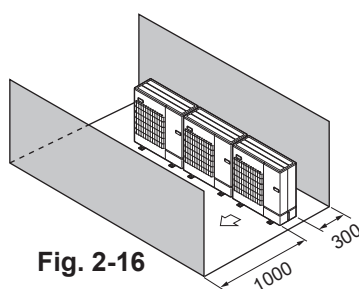

Fig. 2-16
- ④ Окружающие предметы - только спереди и сзади (Fig. 2-16)